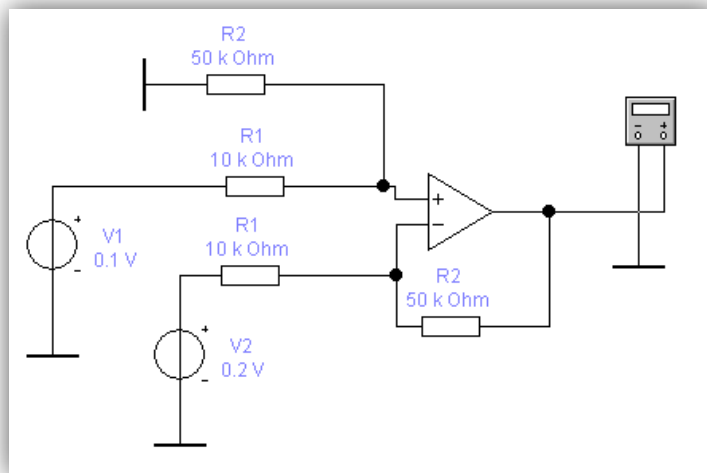

Рисунок 16 – Схема инвертирующего операционного усилителя для суммирования
3. Исследуйте инвертирующую схему операционного усилителя для суммирования (рисунок 16) и заполните таблицу 18.